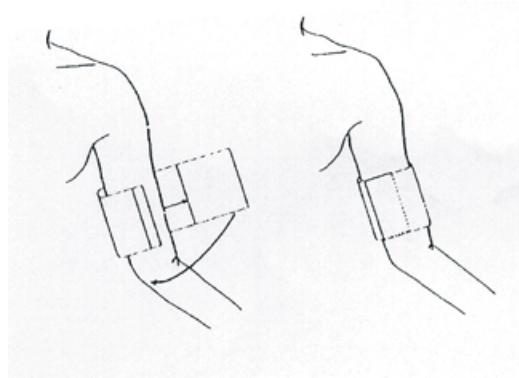

Figura 14-1 Aplicando la Banda
2. Aplique la banda de presión sanguínea al brazo o pierna del paciente siguiendo las instrucciones de abajo (Figura 14-1).